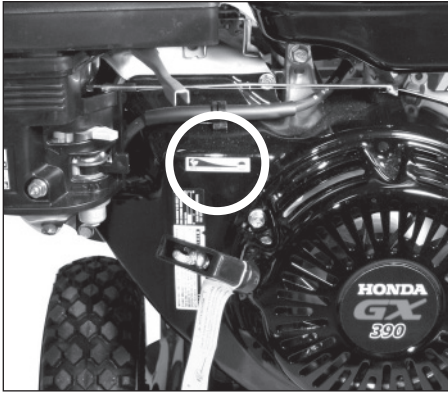

Figura 10 - Obturador
6. Abra la válvula de cierre de combustible moviendo la palanca a la derecha en la posición "ON". Cierre la toma de aire (si el motor está frío) moviendo la palanca de la toma de aire totalmente a la izquierda. Mueva el obturador totalmente a la izquierda a la posición de "Run" o "Rabbit". Gire el interruptor de encendido/apagado (ON/OFF) en la posición de encendido (ON). Ver Figura 10.